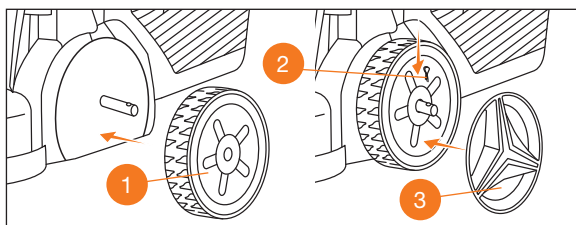

Рис. 2
- Закрепите колесо **1** с помощью шпильки **2** и вставьте колпак **3** до щелчка (Рис. 2).